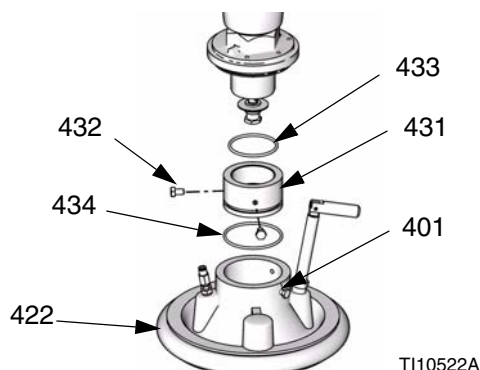

FIG. 20 : Kit d'assemblage 20 et 30 litres
1. Introduire un joint torique (433) et deux vis (432) dans la manchette de raccordement du kit d'assemblage 255393 et enfoncez l'adaptateur dans l'orifice d'entrée de la pompe. Voir FIG. 20.
2. Placer le joint torique (434) du kit d'assemblage 255393 sur le plateau. Desserrer les vis du support de fixation (426) et abaisser délicatement la pompe sur le joint torique (434) et le plateau.
3. Fixer la bride d'entrée de la pompe sur la plaque à l'aide des vis (401).